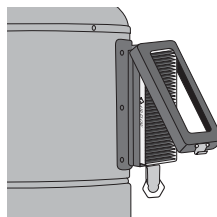

figura 10
1. Suelte el enganche que se encuentra bajo el cajetín del filtro de carbono, y abra el cajetín (**figura 10**).